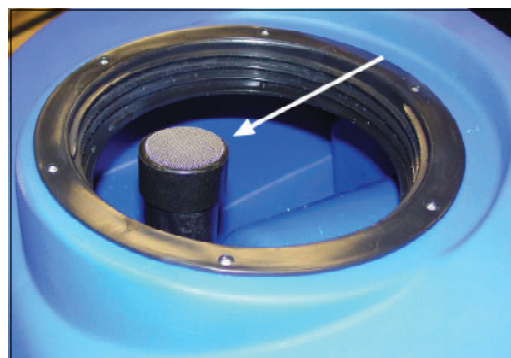

Figure 29
L'orifice de remplissage du réservoir de solution est situé du côté gauche de la machine (voir figure 29). Appliquez la procédure suivante pour remplir le réservoir de solution :
4. Remplissez le réservoir de solution d'eau propre (voir figure 29).